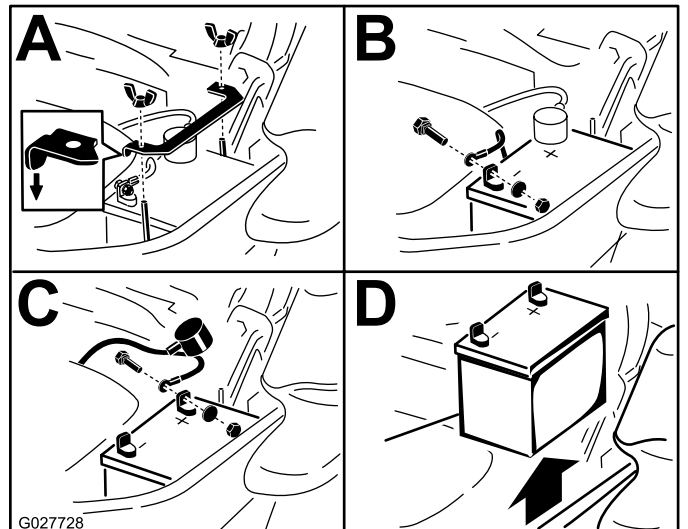

Figura 59
3. Primero desconecte el cable negativo (negro) del borne negativo (-) (negro) de la batería (Figura 59).
4. Retire la cubierta de goma roja del borne positivo (rojo) de la batería y retire el cable positivo (+) (rojo) (Figura 59).
5. Retire la tuerca de orejeta que sujeta la abrazadera de la batería (Figura 59).
6. Retire la abrazadera (Figura 59).
1. Coloque la batería en la bandeja, con los bornes frente al depósito de aceite hidráulico (Figura 59).
4. Fije los cables con 2 pernos, 2 arandelas, y 2 contratuercas (Figura 59).
6. Instale la abrazadera y sujétela con la tuerca de orejeta (Figura 59).